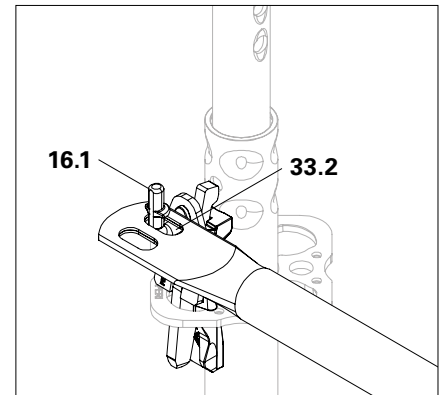

Abb. A5.08b
2. Langloch (33.2) mit Geländerhaken (16.1) in Deckung bringen und aufstecken. (Abb. A5.08b)